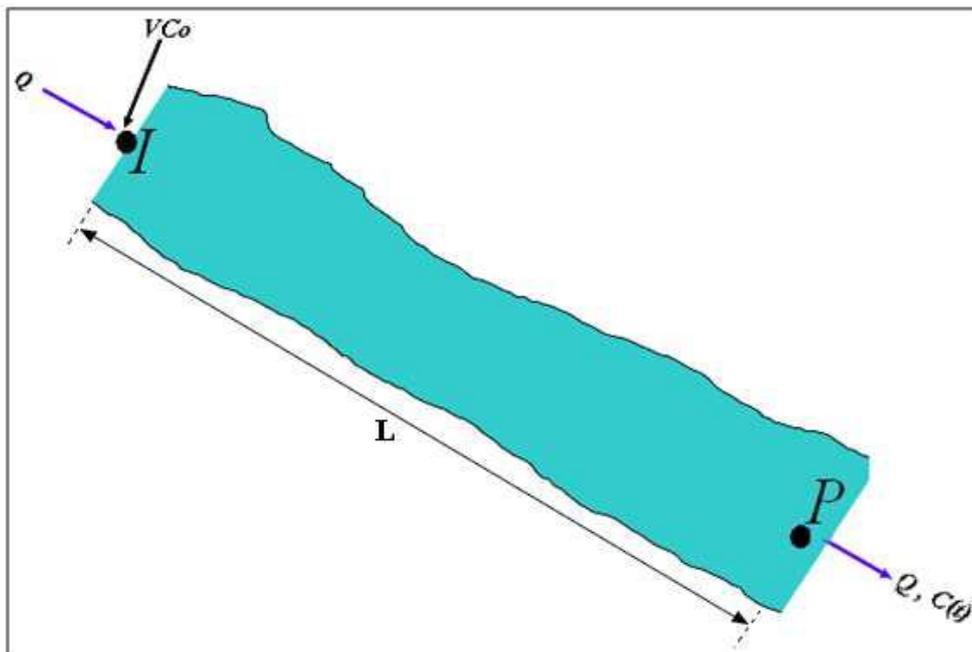

Fig.9 Injection instantanée.
2.2.3.2 Cas d'injection instantanée (Fig.9) : Elle est la plus utilisée, soit :